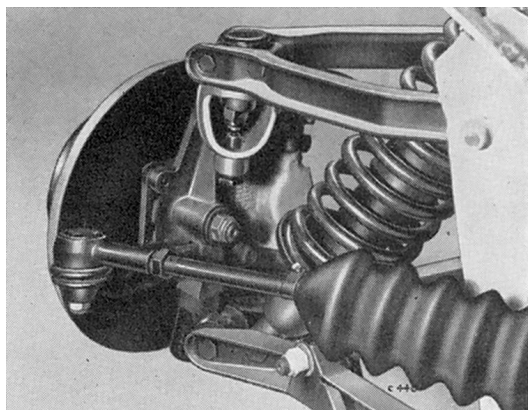
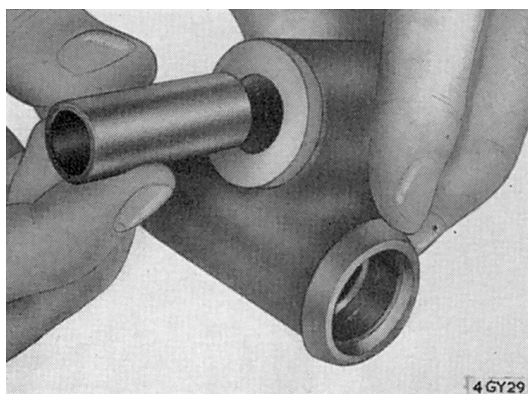

Fig. 12
Fig. 13.
8. Enlever l'écrou Nylstop (22), la rondelle (21) et, en utilisant un extracteur (Fig. 12, séparer le joint à rotule supérieur (16) du pivot de fusée (18).
9. Enlever les boulons 15), les écrous Nylon (20) et détacher le joint à rotule (16) des extrémités extérieures des bras (10) et (12) du triangle.
10. Enlever l'écrou Nylstop (37), le boulon (46) et détacher l'ensemble triangle inférieur (35) du tourillon inférieur (42), puis le coussinet d'acier (39), les bagues en nylon à épaulement (41) et les joints en caoutchouc (40) (Fig. 13).
11. Dévisser le pivot de fusée (18) du tourillon inférieur (42) et enlever le joint en caoutchouc (43).
12. Enlever l'écrou Nylstop (23), la rondelle ordinaire (24) et sortir la fusée (92) de son pivot (18).
13. Si nécessaire, sortir les coussinets en caoutchouc (13) des extrémités intérieures des bras des triangles de suspension supérieur et inférieur.